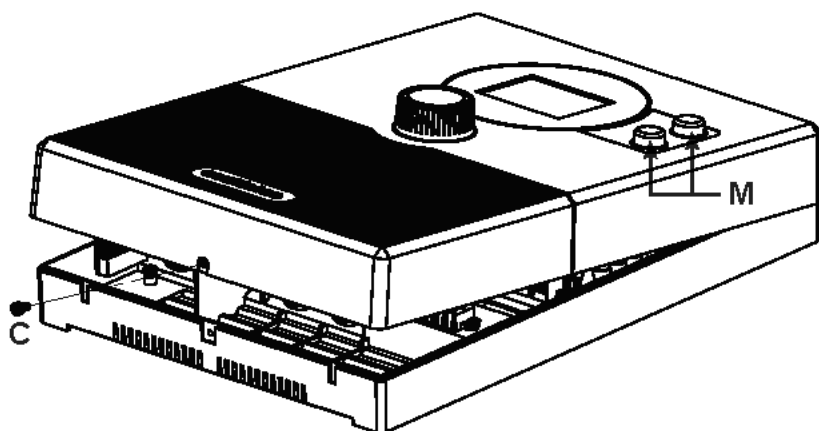

Bild 2 Borttagning av locket
2. Ta bort kapslingsskruven **C** med en skruvdragare och lyft upp locket från undersidan (se **Bild 2**).